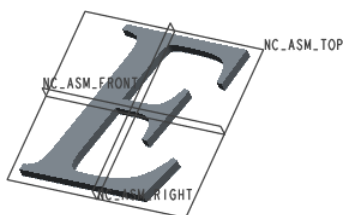

图 6.2.2 放置后的参照模型
Step3. 在“元件放置”操控板中选择^{默认}选项，然后单击[✓]按钮，完成参考模型的放置，放置后如图 6.2.2 所示。